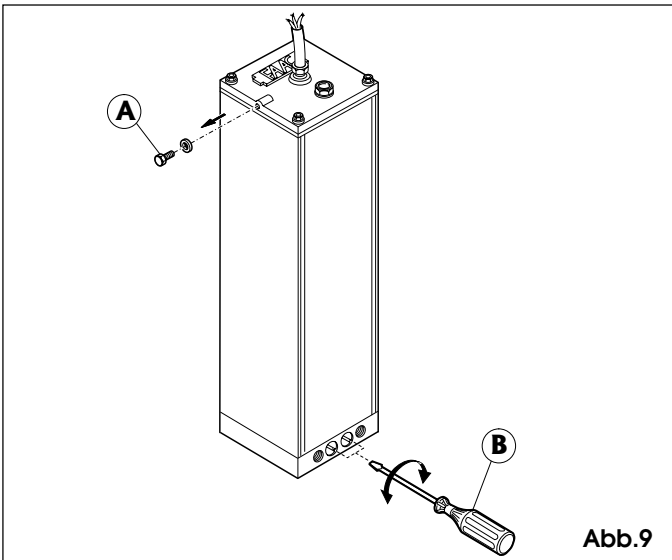

Abb. 9
- 4) Die Entlüftungsschrauben abnehmen und aufbewahren, wie in Abb.9 Bez. A. gezeigt.
Zum Eichen des öldynamischen Regelsystems der übertragenen Kraft sind die zwei Bypass-Schrauben (Abb. 9, Bez. B) zu betätigen.